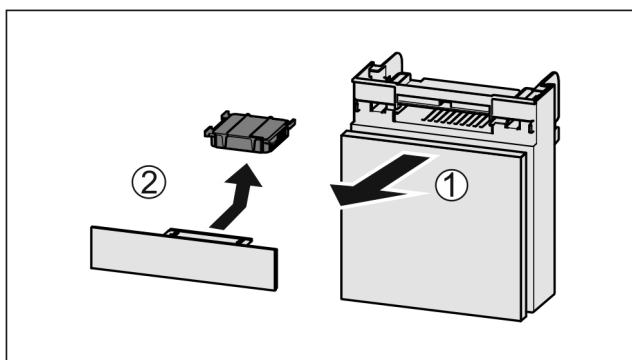

Fig. 42
- ▶ Zásuvku vytáhněte dopředu Fig. 42 (1).
- ▶ Filtr s aktivním uhlím vyjměte Fig. 42 (2).